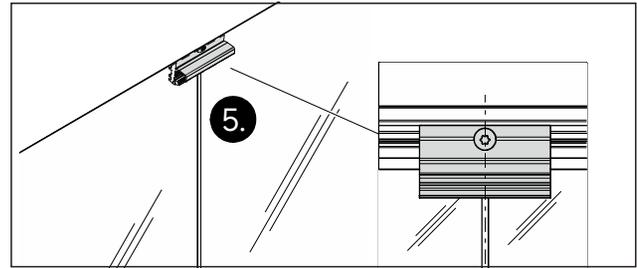

Abb. 37 Die Position der Glas-Klemmstücke auf der Fuge zwischen dem Oberlicht und einem Seitenteil
6. Die Glas-Klemmstücke im waagerechten Aufnahmeprofil auf die Fuge zwischen Oberlicht und Seitenteil anbringen und befestigen (Abb. 37).